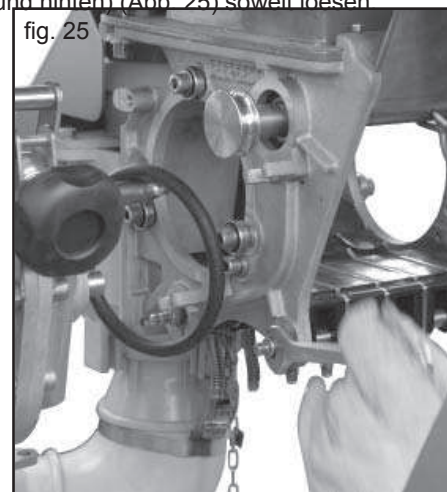

fig. 25
- 1) Zum Ausbau der Bodenklappe mit Schluessel 13mm die 4 Muttern der Achsen (vorne und hinten) (Abb. 25) soweit loesen